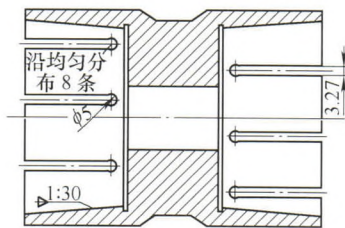

图 2 双锥度开口弹性套
(2) 松开过程: 松开拉杆, 使锥度导向拉头向右侧移动消除锥度开口弹性套 (见图 2) 的轴向力。锥度开口弹性套产生径向收缩, 在自身收缩力和弹簧力的作用下, 离开夹具体与锥度导向拉头。松开过程结束, 工件即可取下。